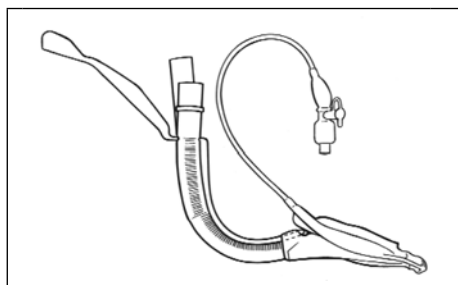

Figura 3: dispositivo LMA ProSeal™ con el dispositivo introductor LMA ProSeal™ Introducer instalado.
- Una cinta de localización para el dispositivo introductor LMA ProSeal™ Introducer, que además se ajusta a los dedos índice y pulgar en caso de inserción manual (figura 3).